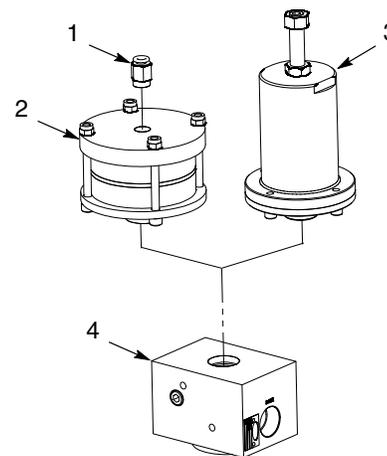

Figure 4 Remplacement du bloc cylindre pneumatique
1. Voir la figure 4. Retirer le raccord (1) du bloc cylindre pneumatique (2).
2. Dévisser le bloc cylindre pneumatique (2) du corps du pistolet (4).
3. Visser le bloc cylindre pneumatique (2) neuf dans le corps du pistolet (4) jusqu'en butée.
4. Appliquer un mastic pour joint de tuyau sur les filets du raccord (1). Monter le raccord dans le bloc cylindre pneumatique (2) et serrer fermement.
1. Voir la figure 4. Dévisser le bloc actionneur à ressort (3) pour le séparer du corps (4).
2. Visser le bloc actionneur à ressort (3) neuf dans le corps (4) jusqu'en butée.